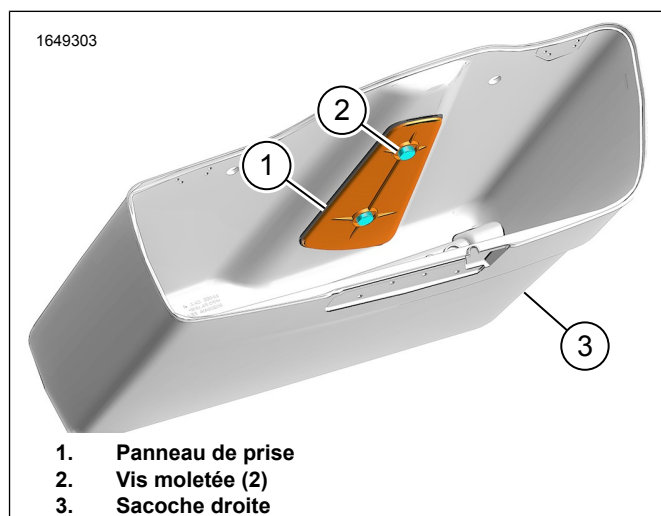

Figure 21. Panneau de prise
- Voir la figure 21. Positionner le panneau de prise (1) sur l'encadrement intérieur.
- Installer les vis à ailette (2). Serrer.